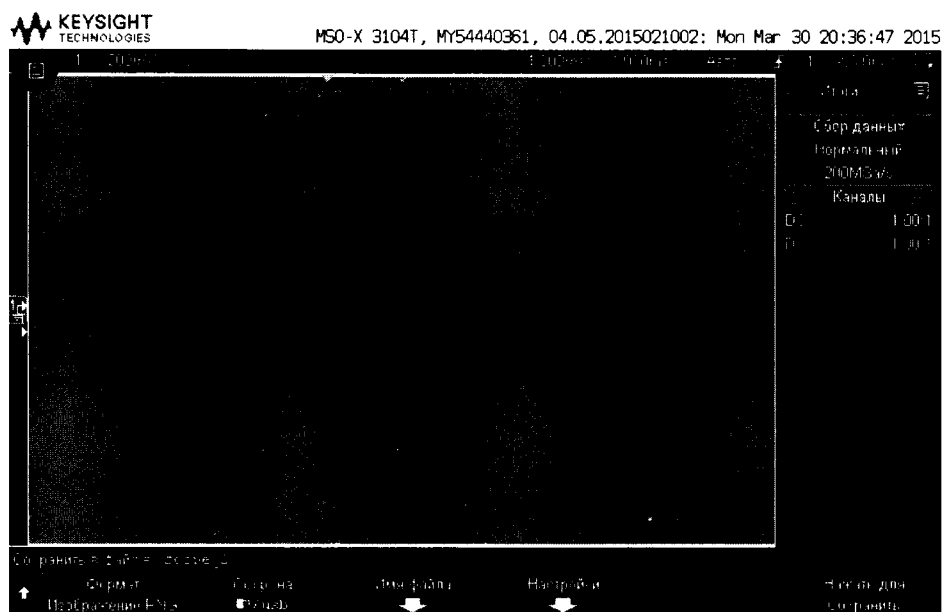

Рис. 2
- Результат приведен на рис. 2.